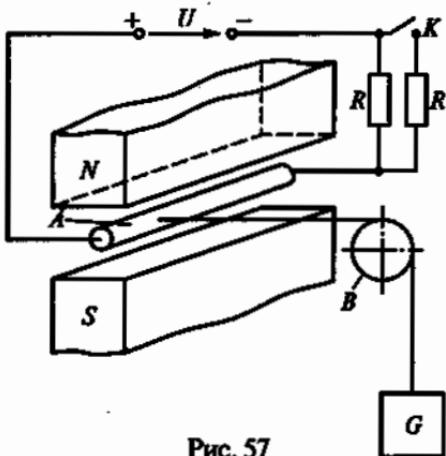

Рис. 57
2.32. В схеме модели электродвигателя, изображенной на рис. 57, проводник *A* находится в магнитном поле и связан с помощью гибкой нити и блока *B* с грузом *G*. Ток в проводнике имеет значение, при котором груз находится в покое. Что будет происходить с грузом, если замкнуть ключ *K*?